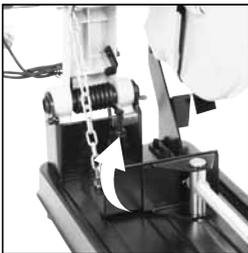

ABB. 6
- Lösen Sie die Sicherungsmutter an der Anschlagschraube für den Verfahrweg nach unten. **(Abb. 6)**